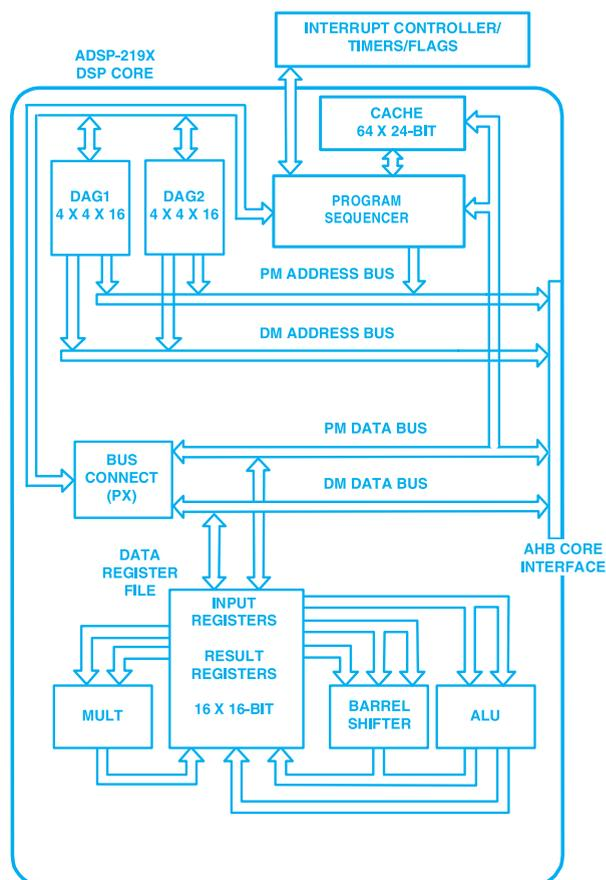

Рис. 2. Архитектура процессорного ядра микросхемы ADSP-21992
числительных блока: арифметико-логическое устройство (ALU), умножитель (MULT) и устройство сдвига (Shifter). Обмен данными между этими блоками и другими устройствами процессорного ядра (генераторами адреса, программным счетчиком и кэш-памятью), а также со встроенной RAM-памятью, осуществляется через регистровый файл объемом шестнадцать 16-разрядных слов. Два адресных генератора DAG1 и DAG2 обеспечивают формирование адресов при обмене данными со встроенной памятью по шинам программ (PM) и данных (DM). Высокоскоростной ввод/вывод данных в/из встроенных и внешних периферийных устройств выполняется по дополнительной шине DMA (Direct Memory Access). Обмен данными по этой шине осуществляется с помощью контроллера прямого доступа к памяти (DMA), который управляет пересылкой данных и программного кода между отдельными областями памяти (встроенной и внешней), а также между памятью и периферийными устройствами. Архитектура процессорного ядра приведена на рис. 2.